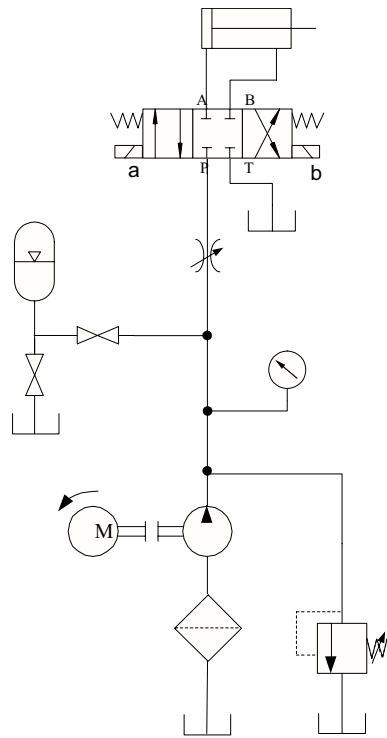

Figura 5.1 Circuito con válvula reguladora estándar
1. Construir el circuito de la figura 5.1. Cerrar la válvula de alimentación del acumulador.
5. Marcar con color rojo en el circuito de la figura 5.1 el camino que sigue el flujo que no llega al actuador.